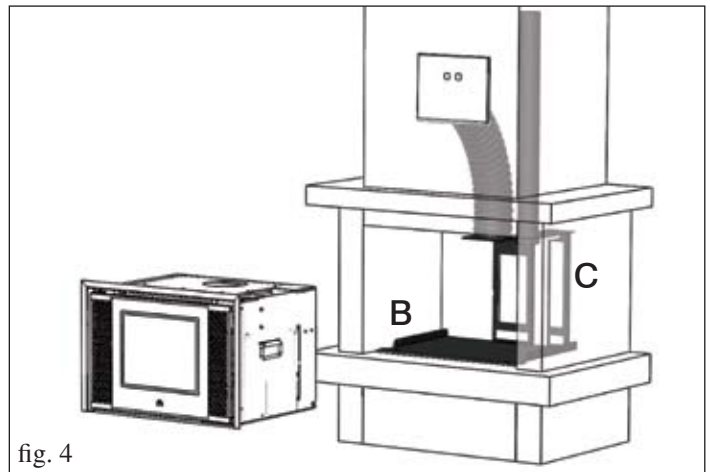

fig. 4
• Die Grundplatte (**B**) des Kits in der für INPELLET 49 bestimmten Position installieren (Abb. 4).